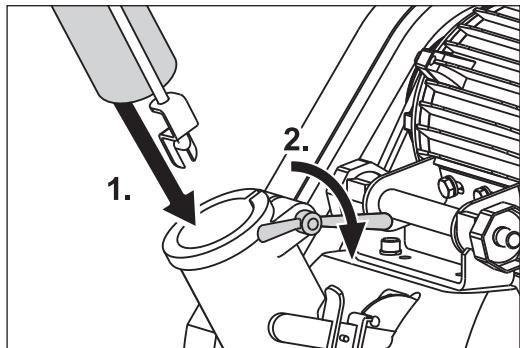

Abb. 2 Das Führungsröhr in das Maschinengehäuse stecken (1.). Die Flügelmutter anziehen (2.).
- 2 Stecken Sie das Führungsröhr in die hintere Öffnung am Maschinengehäuse (Abb. 2, 1.) und ziehen Sie die Flügelmutter fest (Abb. 2, 2.).